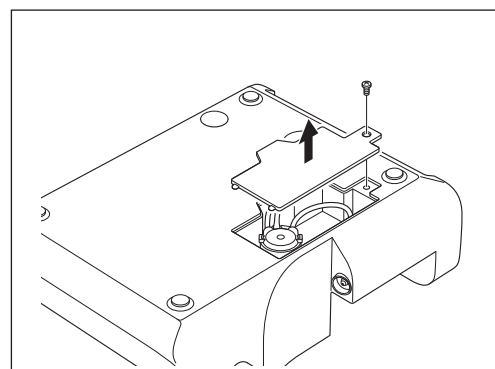

Fig. 49
- 2) Retournez le boîtier de contrôle. Utilisez un tournevis cruciforme pour retirer la vis du couvercle de la pompe d'irrigation, puis retirez le couvercle. (Fig. 49).